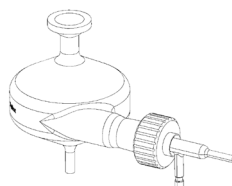

Figure 2. Installation du nébuliseur
- 2 Insérez complètement le nébuliseur dans l'adaptateur à contrôle de couple et fixez-le en place en tournant doucement l'adaptateur de nébuliseur dans le sens horaire jusqu'à ce que vous entendiez un « clic » (fig. 2).